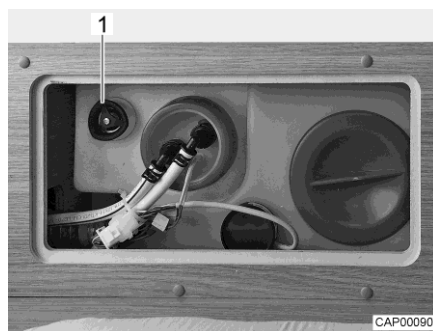

Fig. 64 Serbatoio dell'acqua con maniglia girevole
- Sul serbatoio dell'acqua ruotare la maniglia girevole (Fig. 64,1) in senso antiorario, oltre la resistenza verso l'esterno fino all'arresto, per aprire completamente l'apertura di scarico.